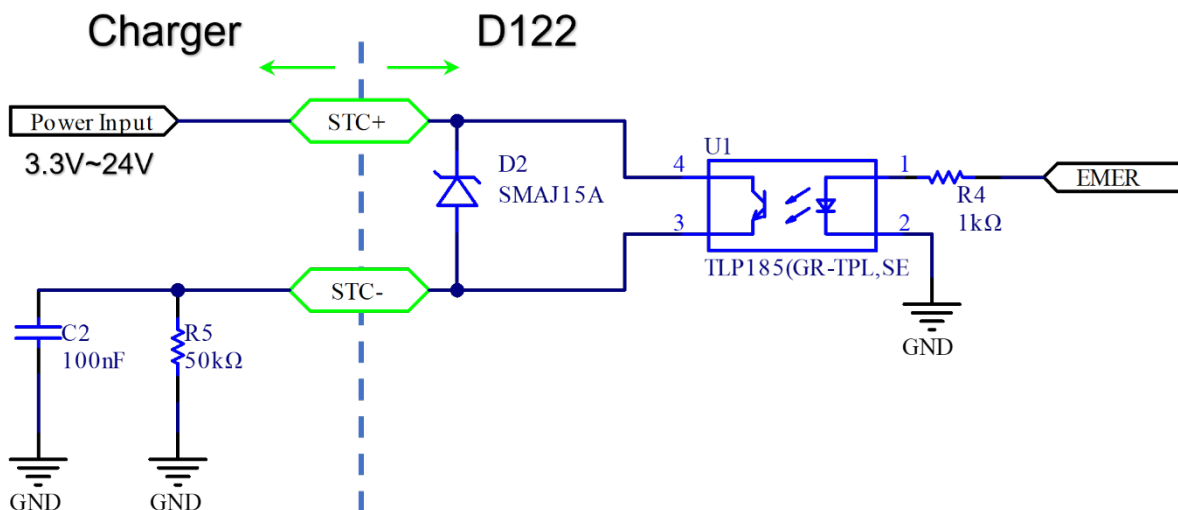

图 6 STC 信号连接说明
**备注：**建议在 STC- 信号线上并联 50 kΩ 下拉电阻和 100nF 电容（图 6 STC 信号连接说明）。